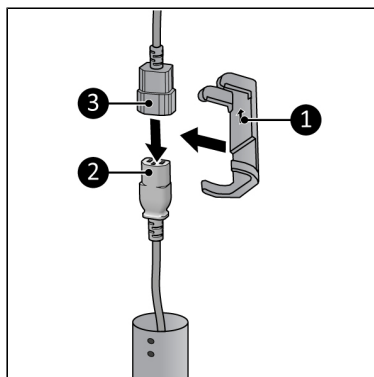

Figure 46.
6. Connectez la fiche femelle (Figure 46, pos. 2) au connecteur enfichable du capot chauffant (Figure 46, pos. 3).
7. Sécurez cette connexion à l'aide du dispositif de fixation (Figure 46, pos. 1). Assurez-vous que la flèche est orientée vers le capot chauffant.